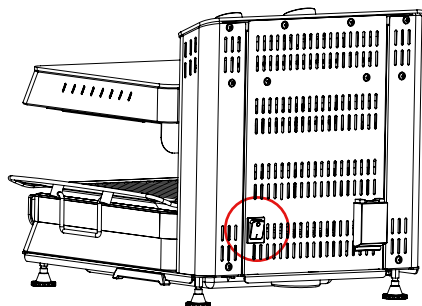
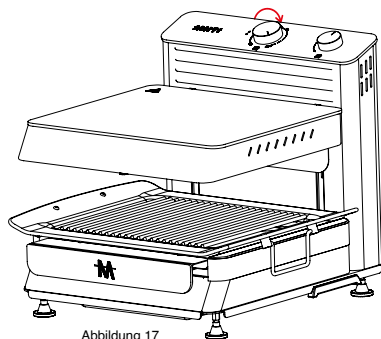

Abbildung 16
Abbildung 17
- Si votre produit ne fonctionne pas après avoir été branché à la prise secteur, assurez-vous que l'interrupteur marche/arrêt est en position (I).
- Si l'interrupteur marche/arrêt est en position (I) (figure 16), augmentez la puissance du régulateur de puissance (figure 17). Si le produit ne fonctionne toujours pas, assurez-vous que le plateau mobile est correctement positionné dans le produit.